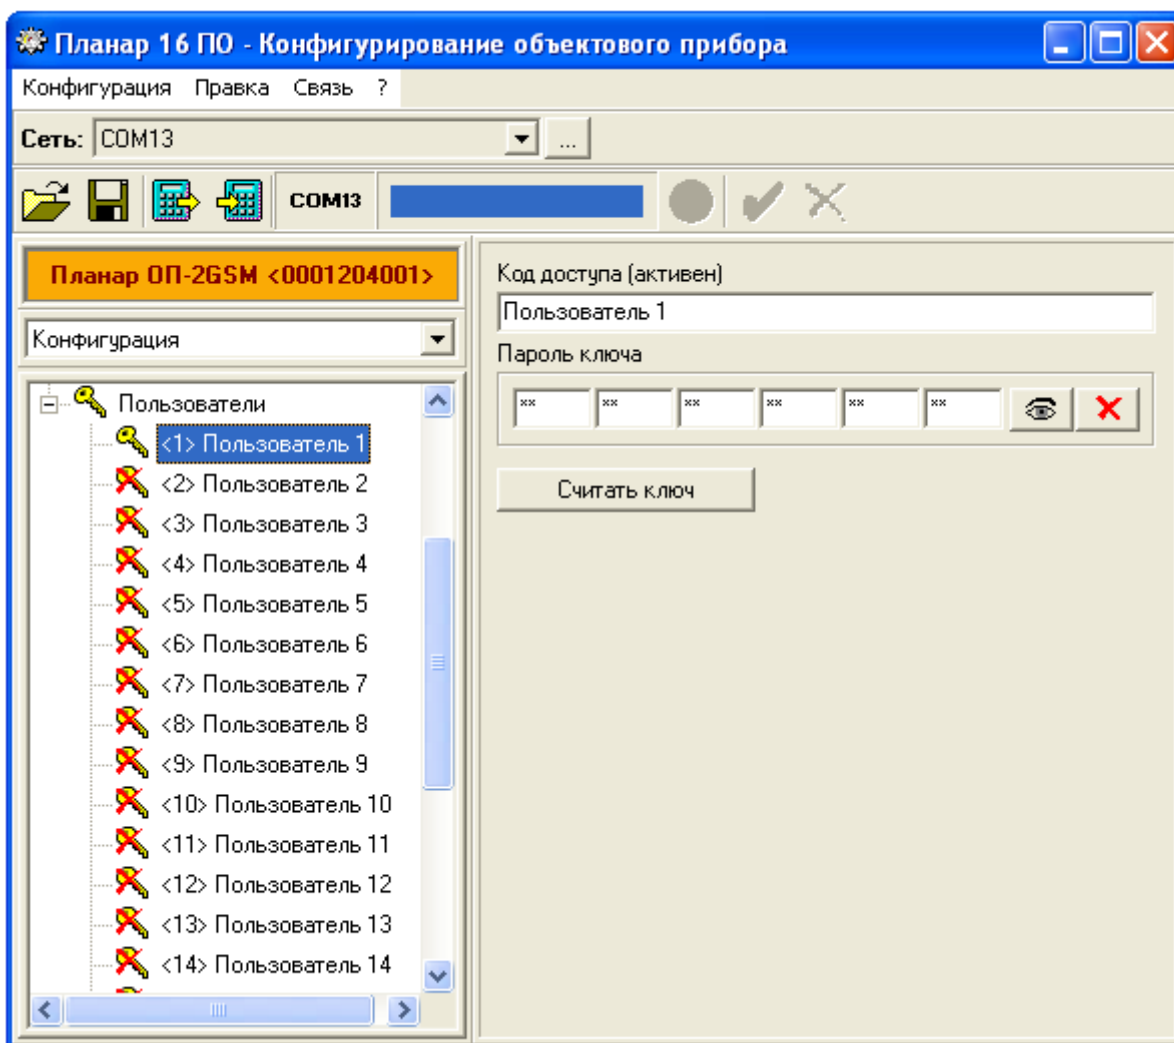

Рис. 11 Типовое окно редактирования кодов доступа пользователя
12.2.5.1.3. Типовое окно программы конфигурирования объектового прибора при регистрации электронных ключей показано на Рис. 11.